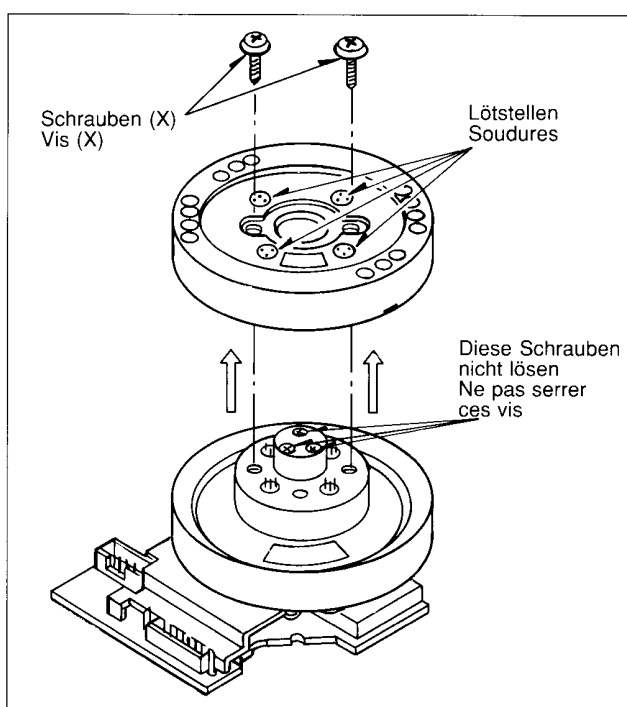

Fig. 29
1. Die 2 Schrauben (-) entfernen. Fig. 29
2. Nicht die 3 kleinen Schrauben oben auf der Kopftrommel lösen (Fig. 29). Falls diese 3 Schrauben gelöst werden, wird der Kopftrommelmotor zerstört und kann nicht wieder instand gesetzt werden.
1. Retirer les 2 vis (-). Fig. 29
2. Ne pas serrer les 3 vis situées à la partie supérieure des têtes (Fig. 29). Cela peut entraîner une détérioration du moteur sans possibilité de le réparer.